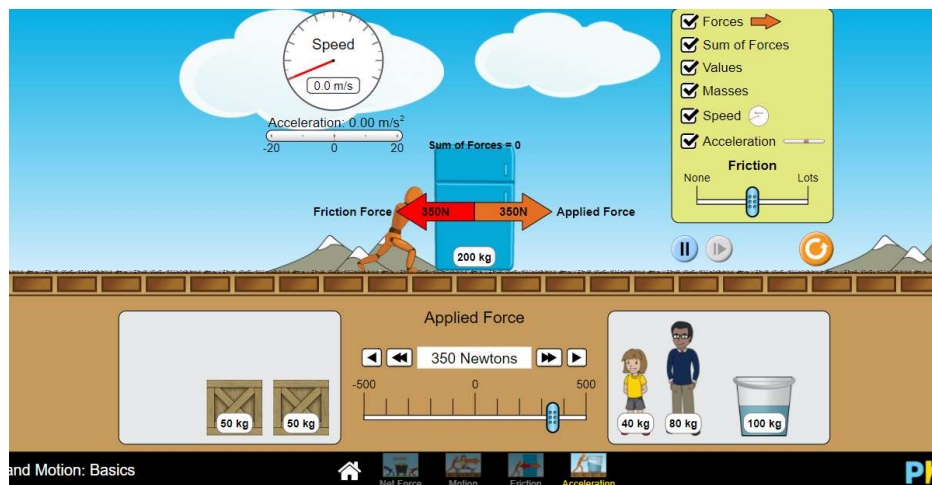

Figura No. 4
I.8 Reinicie la simulación y utilizando la fricción inicial, tal como la muestra la *Figura No. 4*, prediga que va a pasar si utiliza el refrigerador y la fuerza máxima que se puede aplicar es de 500 N; verifique su predicción en el simulador.